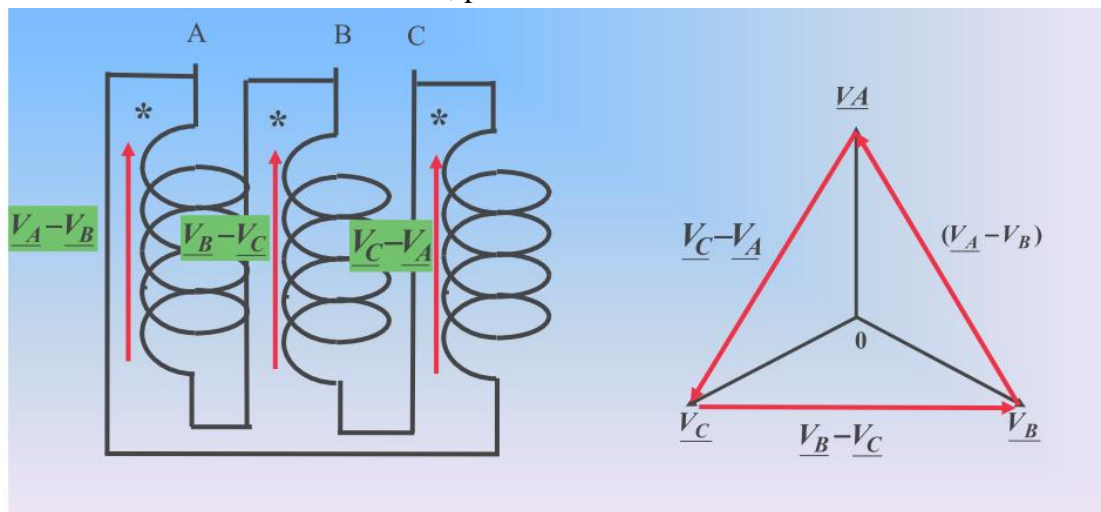

Fig. 31 : Couplage triangle
- **Couplage en triangle (Fig. 31)**